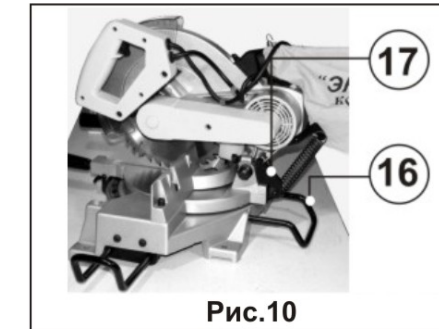

Рис.10
Для транспортировки предусмотрена блокировка пилы в нижнем положении. Для этого опустите пилу в нижнее положение и поверните рычаг (17), Рис. 10, вперед.
Ручка для переноса (16), Рис.10, служит также для предотвращения опрокидывания пилы назад при возврате пилы в верхнее положение после окончания пиления. Для наибольшей эффективности ручку для переноса (упор) (16), Рис.10, необходимо выдвинуть максимально.